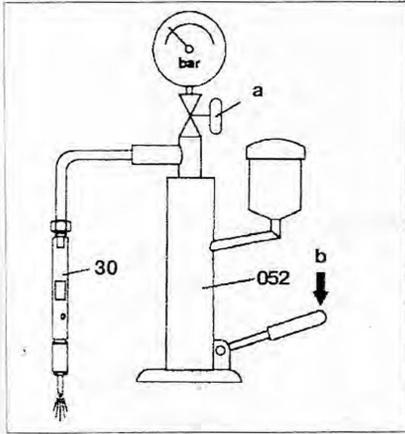

Рис. 2.81. Проверка распыления топлива и давления впрыска топлива форсунки 602.980: 52 – Тестер; 30 – Форсунка.
1. Вставьте форсунку в тестер и создайте давление топлива, закрыв клапан **a** (рис. 2.81).